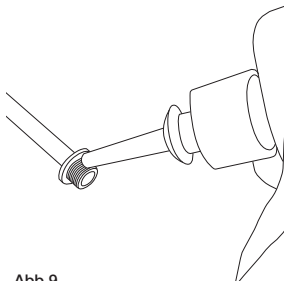

Abb.9
- Es wird empfohlen, vor dem Wiedereinbau Loctite 222 niedrigfeste Schraubensicherung am Gewinde der Schrauben aufzutragen (Fig. 9).